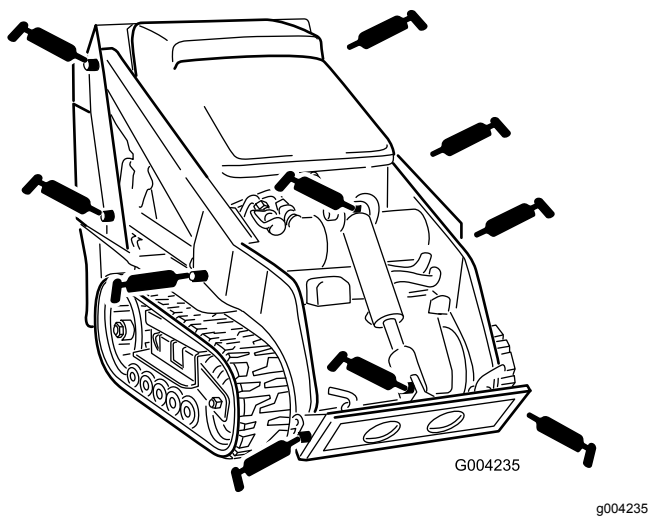
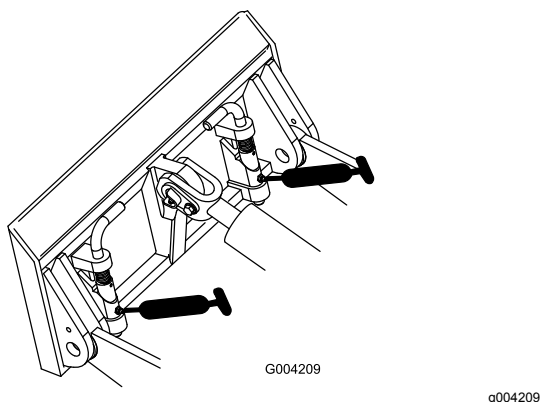

Figura 28
Figura 29
4. Conecte una pistola de engrasar a cada punto de engrase (Figura 28 y Figura 29).